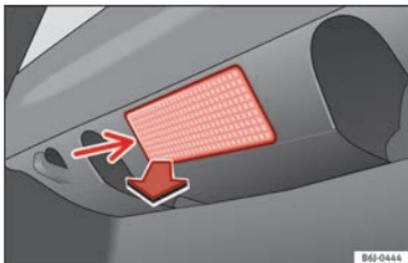

Fig. 205 Luce del bagagliaio.
- Estrarre il paralume facendo pressione sul bordo della sua parte interna (freccia) aiutandosi con la parte piana di un cacciavite »» fig. 205.